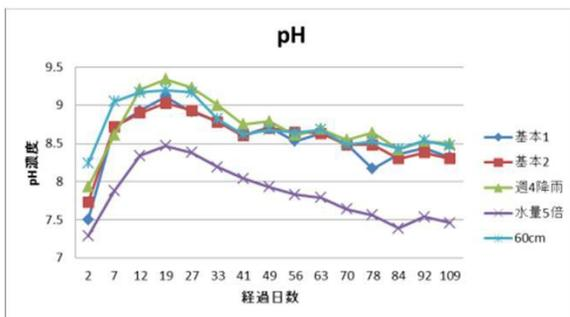

図1 降水日数とpH変動の関係
- 浸出水のpHは次第に高くなり、排水基準を超えたが、その後低下する傾向にあった（図1）。